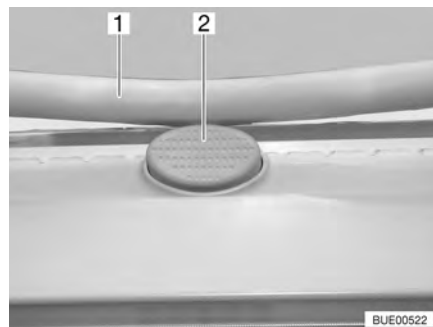

Fig. 76 Bouton de sûreté sur le lanterneau Heki
- Appuyer sur le bouton de sûreté (Fig. 76,2) et tirer l'étrier (Fig. 76,1) vers le bas avec les deux mains.
- Pousser l'étrier vers le haut avec les deux mains jusqu'à ce que ce dernier se trouve au-dessus du bouton de sûreté (Fig. 76,2).